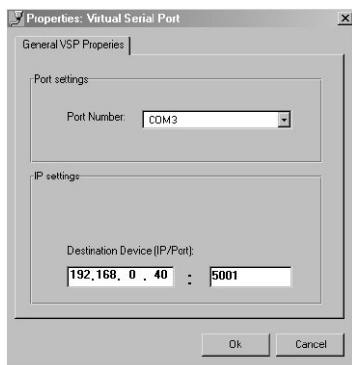

Рис. 11. Окно свойств виртуального последовательного порта
2. Для добавления виртуального последовательного порта нажмите кнопку **Add VSP** и введите IP-адрес и номер порта **VP-311DVI** (рис. 11).